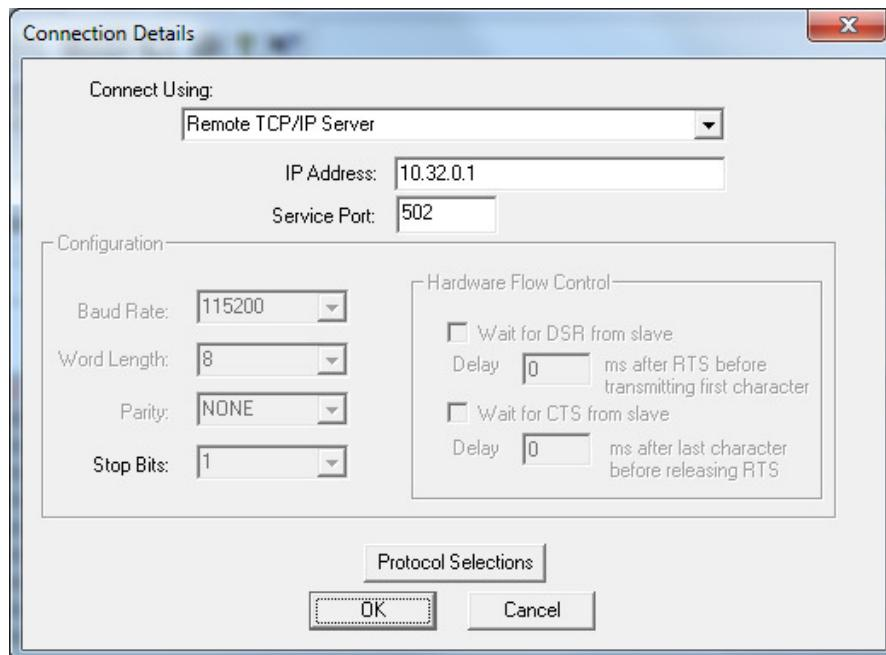

Рисунок 28 – Диалоговое окно "Connection Details"
- 6 Задать адрес подчиненного устройства в поле "**Device Id**" – "255" (см. рисунок 28).